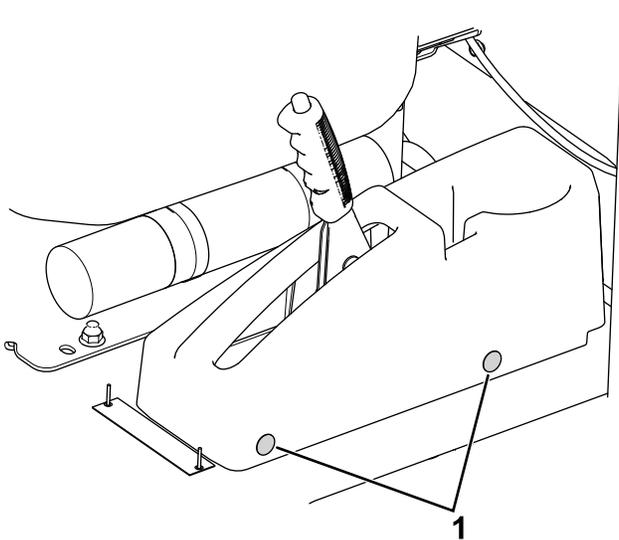

Figura 13
1. Remova as fixações de pressão que prendem a cobertura dos travões ao piso (**Figura 13**).
- 9. Instale a cobertura dos travões com as duas fixações de pressão removidas (Figura 13).